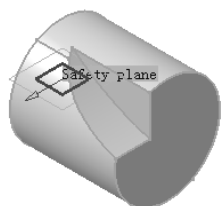

图 4-9 创建安全平面 (1)
- 单击 **Safety plane** 按钮，系统提示“Select a planar face or point to define the safety plane”，一般选择 *XY* 表面，系统创建安全平面 (1) 如图 4-9 所示。